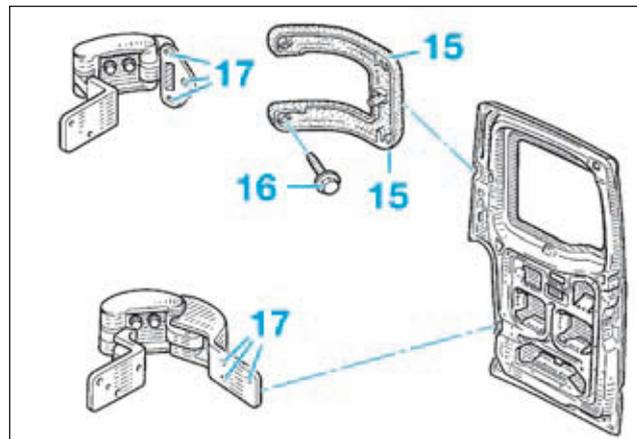

FIG. 158
- Déposer les deux vis (16) (Fig.158) de l'enjoliveur de charnière supérieure.
- Déclipper l'enjoliveur (15) puis le déposer.